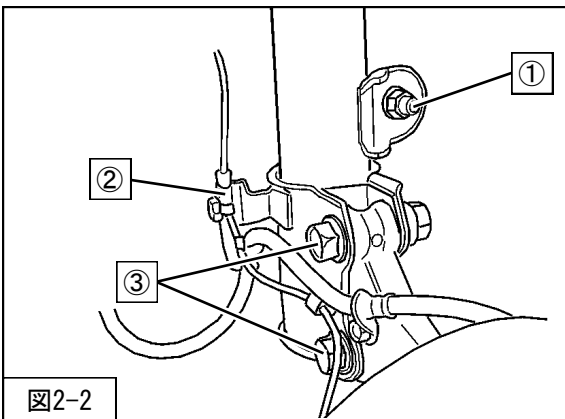
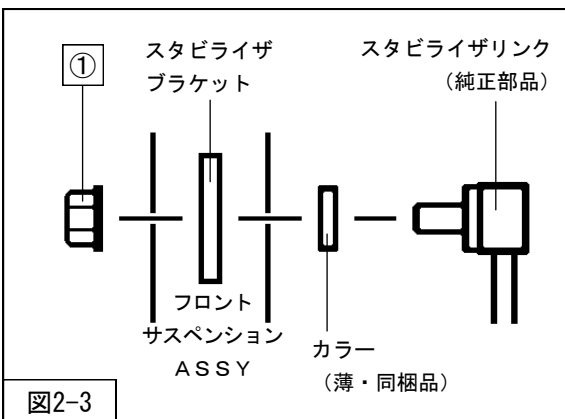

図2-2
図2-3
- ②ブレーキホース取付ボルト (締付トルク：19N・m)
- を取付けてください。(図2-2)
- ①スタビライザリンク取付ナット (締付トルク：74N・m)
- を取付けてください。(図2-2・図2-3)